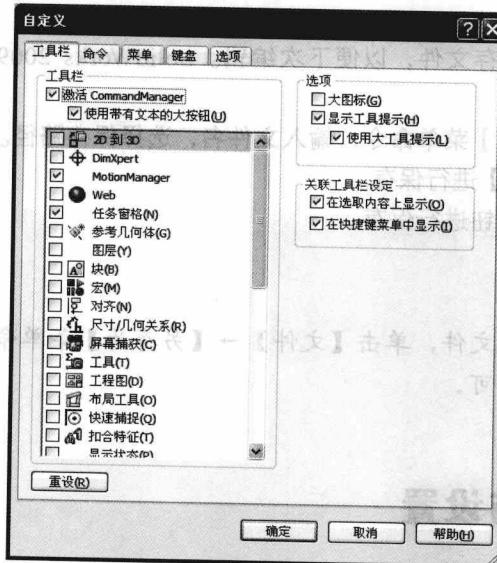

图 1-5 “自定义”对话框
(1) 单击【工具】→【自定义】菜单命令。
(2) 切换到“工具栏”标签。若当前界面有出现的工具栏, 都在左边的小方框内出现对钩, 若没有的, 就显示空白, 如图 1-5 所示。若需要某个工具栏, 只要单击该工具栏左边的方框, 打上钩, 即可显示该工具栏。完成后, 按【确定】按钮即可。